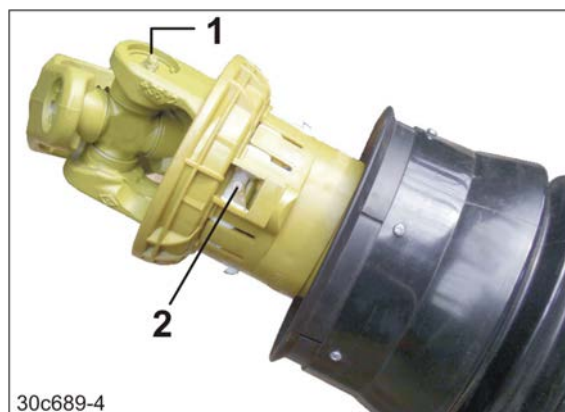

Fig. 92
4. Smør smøreniplen (Fig. 92/1+2).